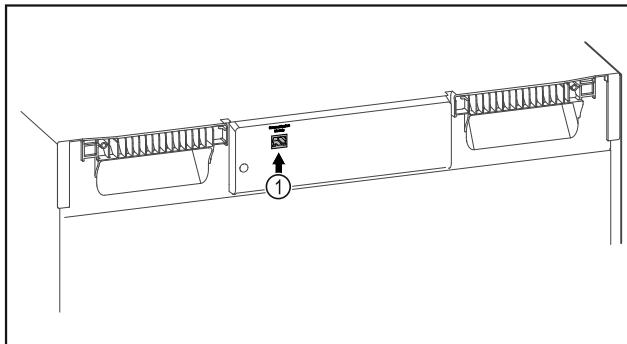

Fig. 83
Moduli SmartModule Fig. 83 (1) është vendosur.